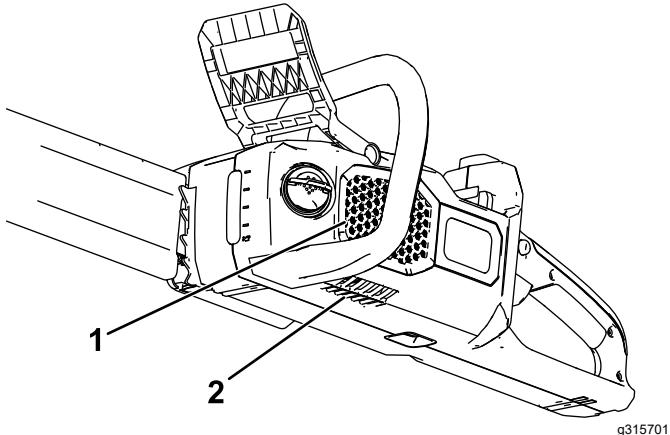

Figura 6
1. Compruebe que los orificios de ventilación de la motosierra están libres de polvo y residuos (Figura 6).